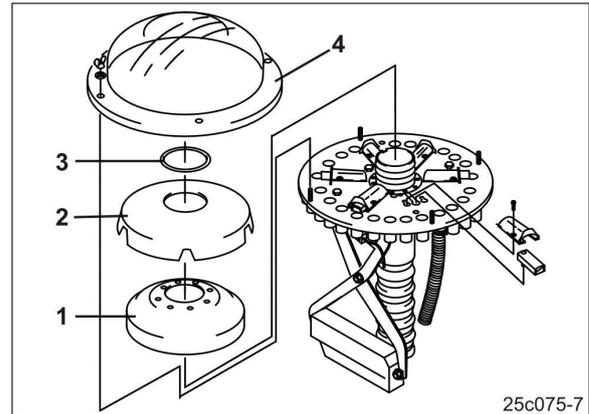

Fig. 114
10. Monte la pieza insertada de material esponjado (Fig. 114/1)
11. Monte la cubierta interior del distribuidor (Fig. 114/2)
12. Monte el aro (Fig. 114/3).
13. Monte la cubierta exterior del distribuidor (Fig. 114/4).